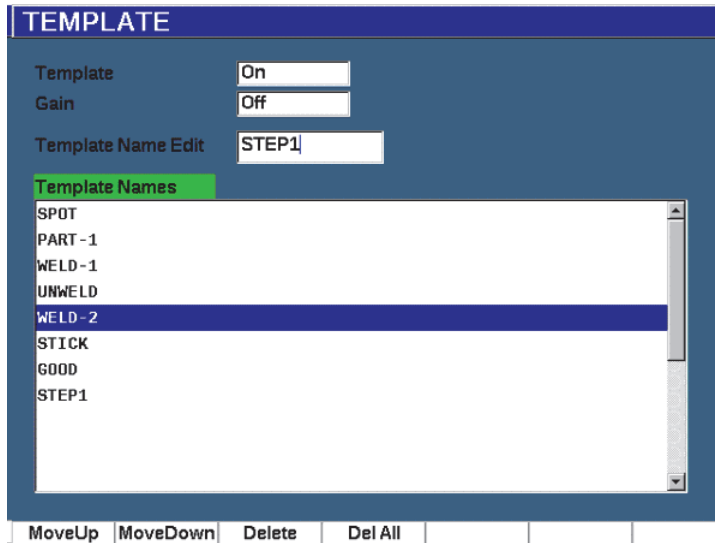

Figure 11-51 Fenêtre Template
1. Sélectionnez **Template** > **Setup** (Modèle > Config.) pour ouvrir la fenêtre **Template** (Modèle) [voir la Figure 11-51 à la page 323].